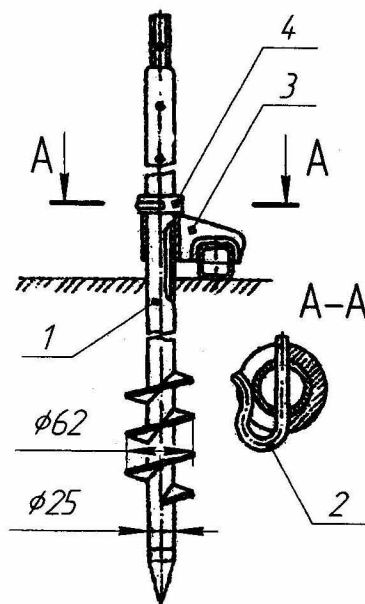

Рис.7 Крепление рамы.
- в отверстие завернуть якорь 1 (рис.7);
- установить специальное кольцо 4 и фиксатор 2, завернуть якорь 1 до упора (см.рис.7).